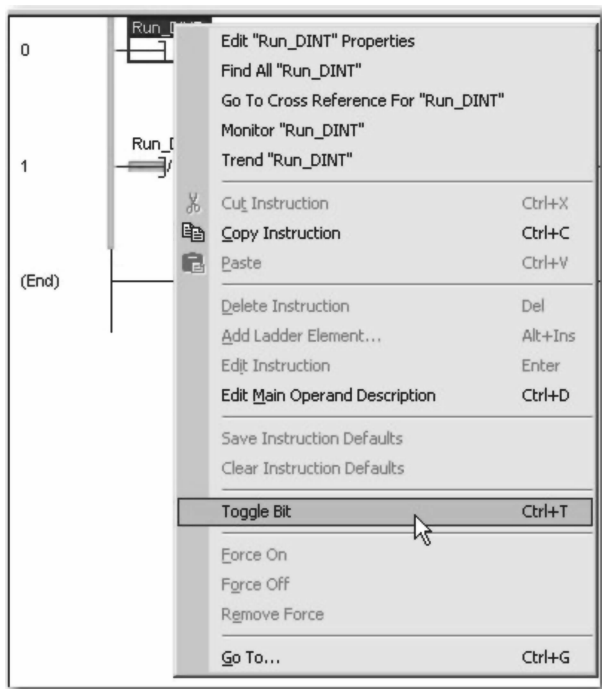

图 10-5 选择“切换位”选项
8. 右键单击梯级零上的标签 Run_DINT，并选择“切换位”（Toggle Bit），如图 10-5 所示。这将导致程序执行 Math_DINT，并停止执行 Math_INT。